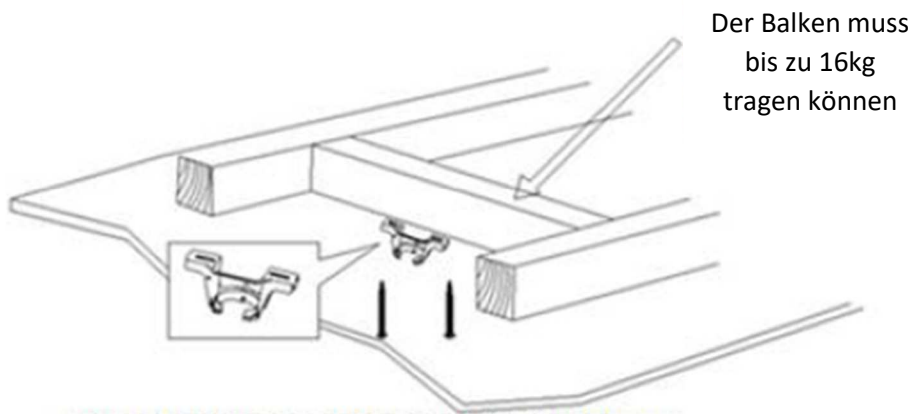

Abbildung 2
- Achte darauf, dass **mindestens 30 mm** der Schraube in die Decke eingedreht werden (siehe Abbildung 2).